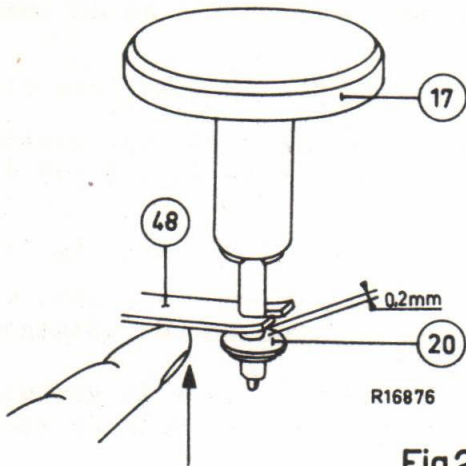

Fig.20
- 1) Apparaat in stand "uit" plaatsen (zie fig.20).